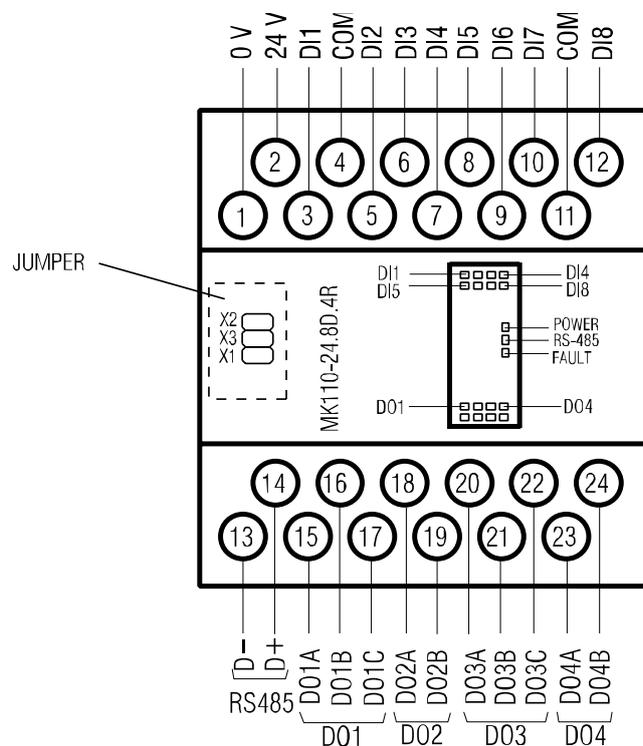

Abb. 4.1 Elektrische Anschlüsse
- Die elektrischen Anschlüsse sind auf der Abb. 4.1 und die Klemmenbelegungen in der Tabelle 4.1 dargestellt.
- die Abdeckung auf der Vorderseite des Moduls öffnen (siehe *Abb. 4.1*)